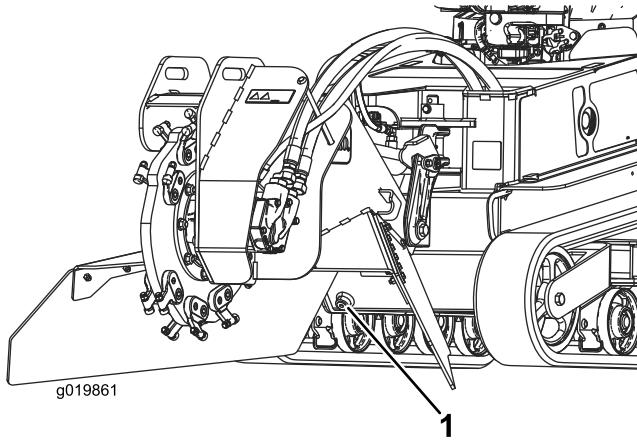

Bild 61
- Entfernen Sie die Ablassschraube am Hydraulikbehälter und lassen das Öl in die Auffangwanne ab (Bild 61).